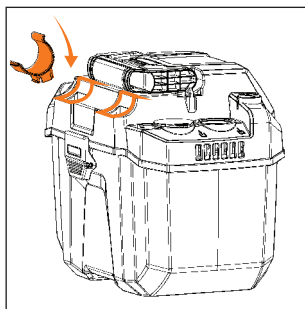

Рис. 5
- Установите ложементы держатели шланга в посадочные места (Рис. 5).